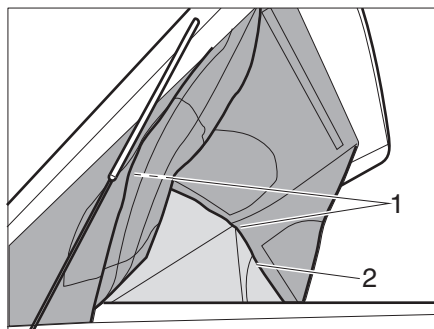

Fig. 9 Funzione panorama
- Aprire la chiusura lampo (Fig. 9,2) su tutto il perimetro del tetto sollevabile.
- Con la chiusura a velcro (Fig. 9,1) fissare le fiancate e il telo anteriore in alto al tetto sollevabile.